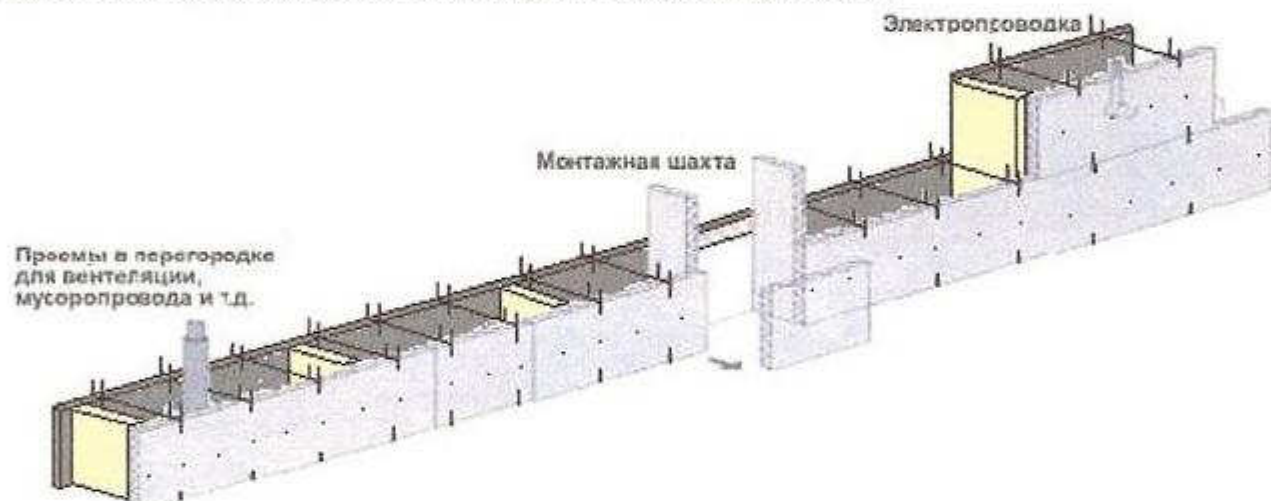

рис. 2
6. Устанавливаем внутрь опалубки инженерные коммуникации рис.2;